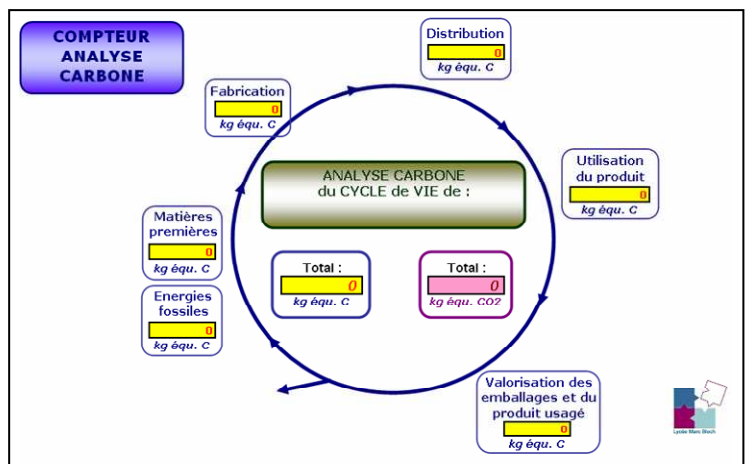

Fig.2
- 6 compteurs Analyse Carbone intermédiaires (**Fig.2**) répertoriant la quantité en **kg équ. C** du produit à chacune des étapes de son cycle de vie [*cadre noir, fond jaune, chiffres en rouge*].
- Un compteur Analyse Carbone total (**Fig.2**) (également en **kg équ. C**) faisant la somme des 6 compteurs précédents [*cadre noir, fond jaune, chiffres en rouge*].
- Un compteur CO2 total (**Fig.2**) (en **kg équ. CO2**) traduisant les kg équ. C en kg équ. CO2 [*cadre noir, fond rose, chiffres en brun*].